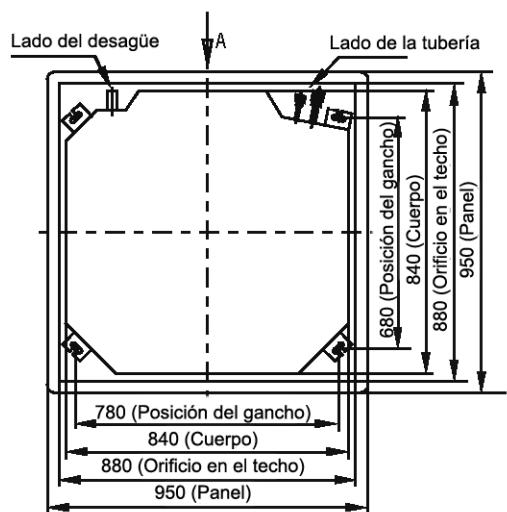

Figura 3
(1) Instalación del cuerpo principal
- Corte un orificio cuadrangular de 880x880 mm en el techo siguiendo la forma de la plantilla. (figura 3, 4)